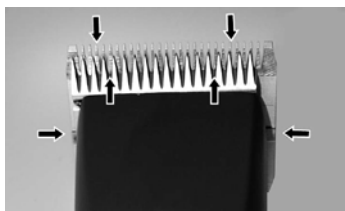

Fig. 21
Para obtener un buen resultado de corte y aumentar la vida útil de la máquina de cortar pelo y del cabezal de corte, es esencial aplicar una fina capa de aceite entre la cuchilla superior y la inferior (Fig. 21).
- ▶ Engrase suficientemente la cuchilla de corte mientras corta el cabello (al menos cada 15 minutos) para que no se seque (Fig. 21).